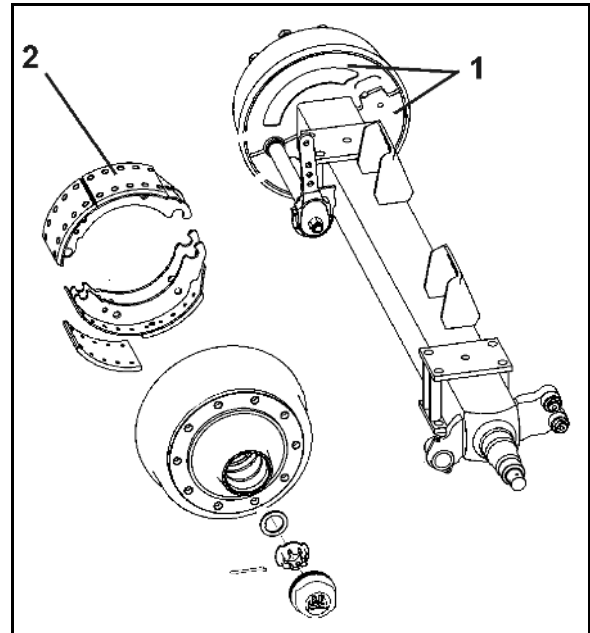

Fig. 152
1. Skru av de to dekkplatene (Fig. 152/1) på innsiden av bremsetrommelen.
Smuss som har trengt inn kan feste seg på bremsebelegget (Fig. 152/2) og føre til vesentlig nedsatt bremseeffekt.